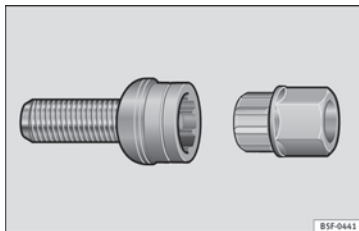

Fig. 161 Vite antifurto.
- Innestare l'adattatore nella vite antifurto, spingendolo fino in fondo » **fig. 161**.